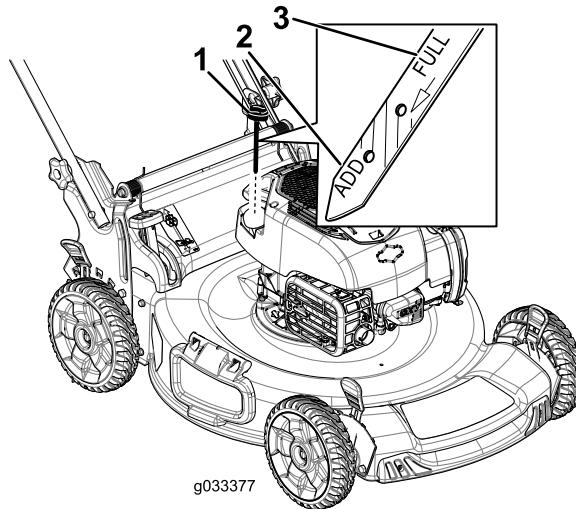

Figura 20
3. Retire a vareta rodando-a no sentido contrário ao dos ponteiros do relógio e puxando-a para fora (Figura 20).
- Leia o nível de óleo na vareta (Figura 20).